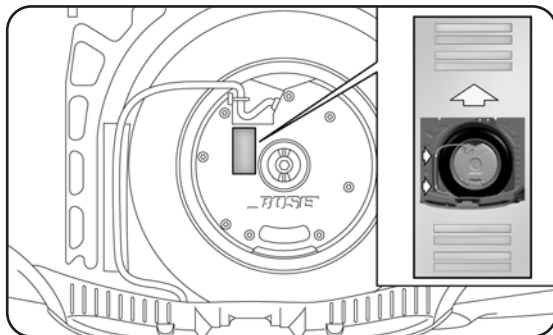

fig. 11
- remettre en place le boîtier (flèche vers l'avant) dans son siège et lui superposer le Subwoofer, en veillant à le positionner suivant les instructions figurant sur le boîtier (fig. 11) en sorte de pouvoir lire l'inscription "BOSE" à l'endroit;